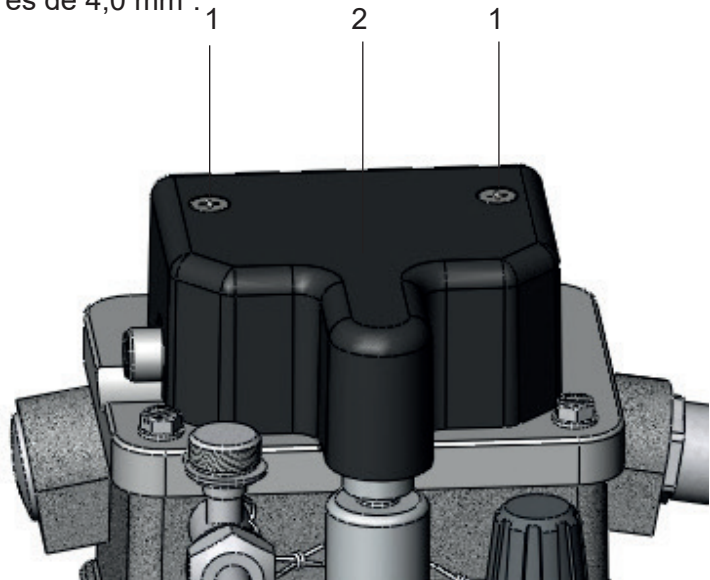

Figura 4 - Tapa con cubierta
- Afloje los 2 tornillos M5 (Figura 4/ No. 1)
- Saque la cubierta (Figura 4/ No. 2)